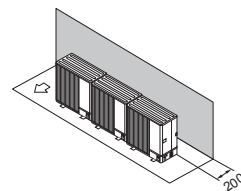

Fig. 2-13
① Obstacole numai în spate (Fig. 2-13)